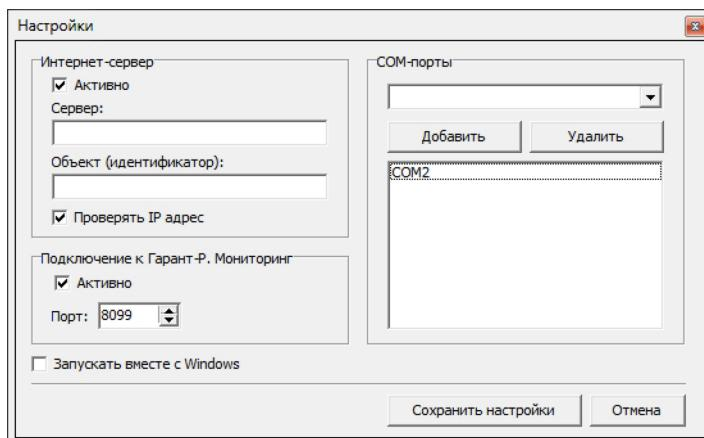

Рис. 19. Окно настройки «Гарант-Р. Репитер».
4. В появившемся окне (рис.19) выберите необходимый способ передачи данных: «Подключение к «Гарант-Р. Мониторинг» – для локальной передачи данных в приложение «Гарант-Р. Мониторинг», установленное на этом компьютере или в локальной сети или «Интернет-сервер» – для передачи данных с системы пожаротушения на удаленный компьютер через онлайн сервис в сети Internet.
5. В разделе «СОМ-порты» Выберите соответствующий выбранному USB-порту СОМ-порт из списка и нажмите кнопку «Добавить». Для работы с несколькими «PC-К» одновременно, в список можно добавить насколько СОМ-портов. Программа будет определять принадлежность сообщений по ID сети, заданному в свойствах «PC-К». Нажмите кнопку «Сохранить настройки» (см. рис. 19).